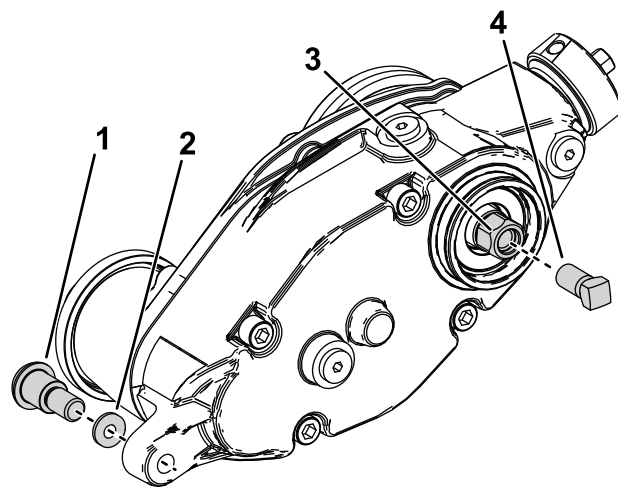

图 29
3. 卸下将疏草刀驱动箱连接到调整臂的轴肩螺栓和硬化垫圈图 29。
5. 如图 29 所示将加固螺丝零件号 1-803022——单独出售安装到疏草刀驱动六角头的内螺纹并上紧扭矩至 13.5Nm。
6. 转动疏草刀驱动六角头将疏草刀驱动箱从剪草滚刀上卸下图 29。